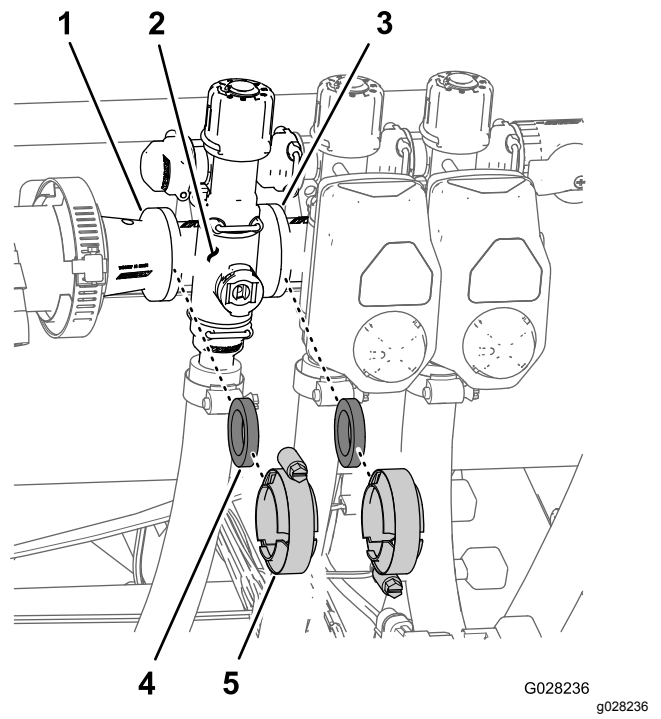

Figure 116
- Déposez les colliers et les joints qui fixent le collecteur de la vanne de section (Figure 116) à la vanne de section adjacente (s'il s'agit de la vanne de section gauche, et accouplement réducteur).